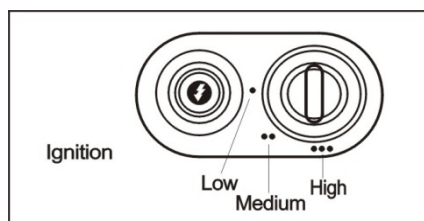

Fig.4
- Questa manopola di controllo si trova sull'estremità superiore della stufa (fig.4).
- Il terzo è il tasto di accensione piezoelettrico vicino alla manopola di controllo del gas (fig.4).
Apri la bombola del gas ruotandone la valvola in senso antiorario. Ruota la manopola di regolazione del gas sulla stufa in posizione 1 (fig.4).
Tieni premuta la manopola di comando, premi il tasto di accensione piezoelettrico (fig.4) per due o tre volte. Alla pressione del tasto di accensione piezoelettrica sentirai un clic e il bruciatore pilota emetterà una scintilla.